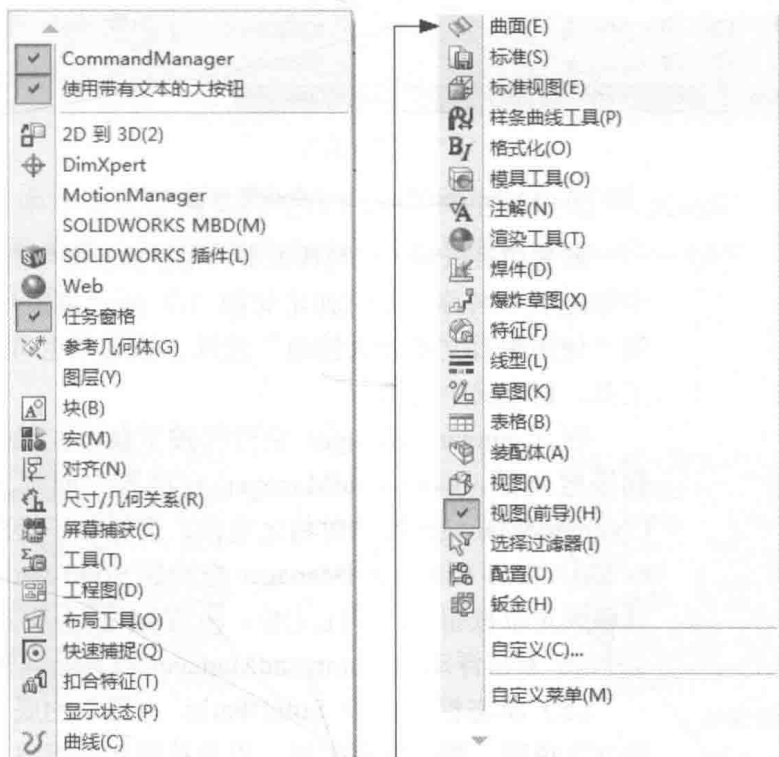

图 1-4 快捷菜单
(3) 工具栏：将工具按钮分类集中起来，是启动命令的一种快捷方式。用户可以直接单击工具栏上的按钮来实现各种功能。图 1-3 中仅打开了部分常用工具栏，其他工具栏的打开，可通过选择“视图”→“工具栏”菜单命令或在任何一个工具栏上单击鼠标右键，在系统弹出的快捷菜单上选择要打开的工具栏，如图 1-4 所示。图中显示了所有工具栏的名称，复选标记 表示该工具栏已经打开。